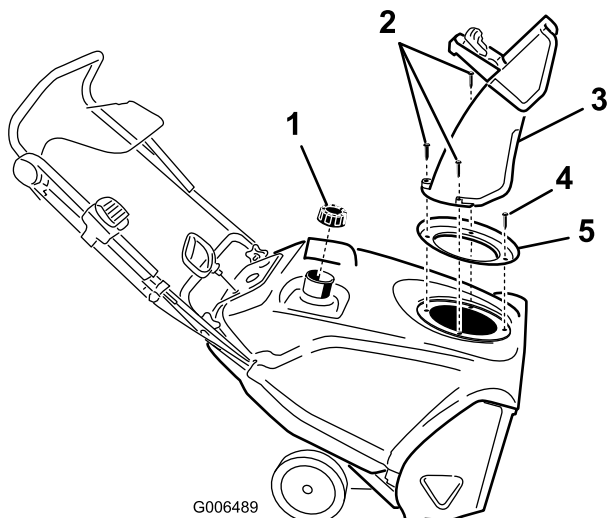

图25
3. 卸下 3 个大螺丝和 1 个小螺丝卸下排放斜槽、排放斜槽把手及斜槽密封件 图25。